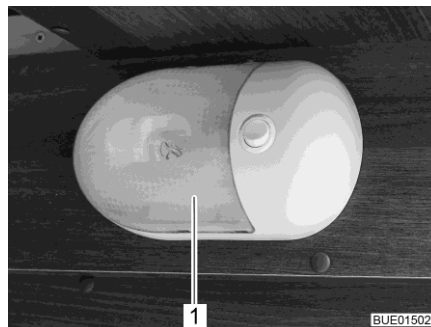

Fig. 301 Lámpara de montaje en superficie
- Comprimir la cubierta transparente (Fig. 301,1) con precaución de ambos lados, retirarla ligeramente del interruptor y quitarla hacia delante.